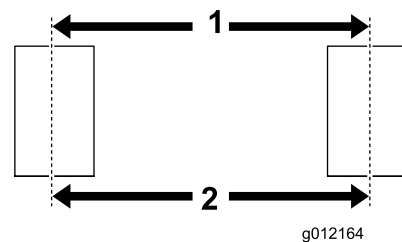

Figure 3
**Remarque:** Pour éviter l'usure prématurée des pneus, le pincement des roues doit être de 0 à 3 mm quand les roues sont en position ligne droite. Pour contrôler le pincement, faites un trait autour du centre de chaque pneu. Figure 3 Mesurez l'entraxe (à hauteur d'essieu) à l'avant et à l'arrière des pneus. Réglez les supports de montage de l'essieu de manière que l'entraxe à l'avant du pneu ne diffère pas de plus de 3 mm par rapport à l'entraxe à l'arrière du pneu.